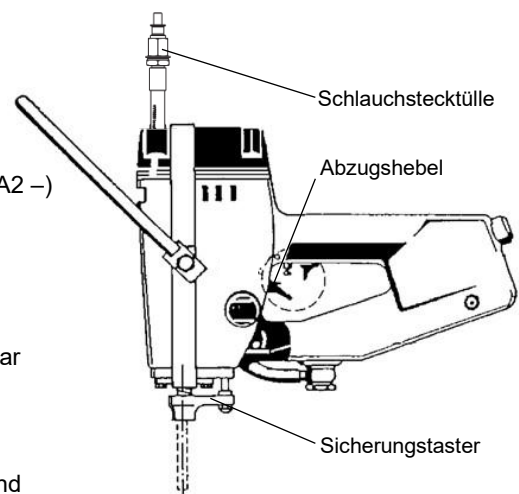
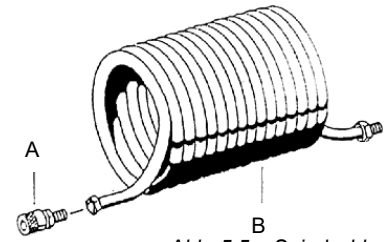

Abb. 5.4 – Abzugshebel und Sicherungstaster
Abb. 5.5 – Spiralschlauch mit Kupplung
Vor dem Anschließen (s. Abb. 5.3.1, Abb. 5.4, Abb. 5.5)
Die Rändelhülse der Sicherheits-Einhandkupplung (A), s. *Abb. 5.5- Spiralschlauch mit Kupplung*, zurückziehen und gegen den Anschlag halten.